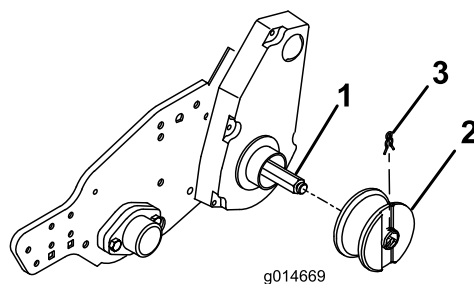

Figura 6
3. Inserite una ruota della guida su ciascun albero e fissate con una clip per ruote (Figura 6).